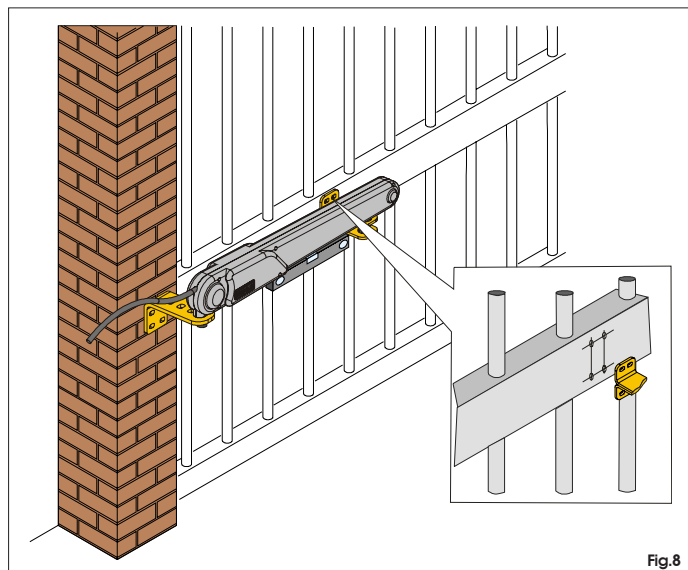

Fig.8
- Appoggiare l'attacco all'anta e tracciare i punti di fissaggio, verificando la perfetta orizzontalità dell'operatore e dell'attacco (Fig. 8).